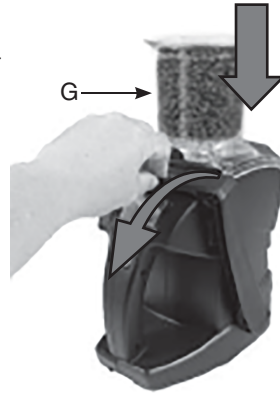

Figure 2b. Bras de levier complètement vers l'avant
2. Tirez bras de levier vers l'avant (Figure 2b) et la trémie se bloque en place une fois que le bras de levier est relâché.